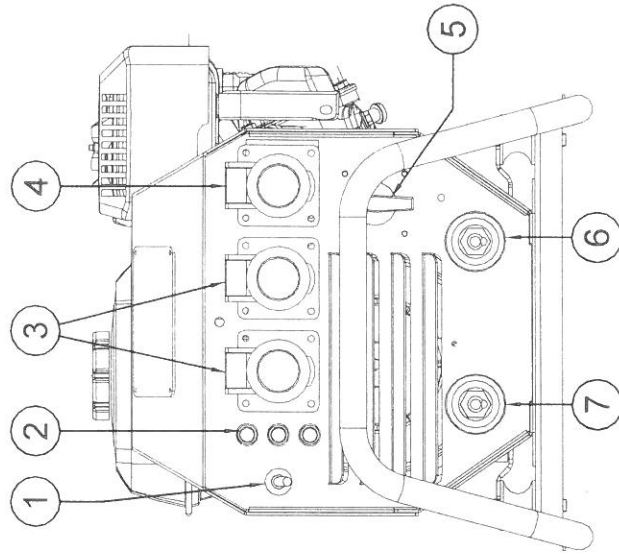

Fig.8 / Pct.8
- Portare il selettore n°1 fig.8 sulla posizione corrispondente all' elettrodo che si intende utilizzare, CELLULOSIC per elettrodi cellulosici, BASIC per gli altri tipi di elettrodi.
- Selezionare la corrente di slatura tramite il selettore n°8 fig.8.
L'uscita 230Vcc 2kW e quelle 110Vcc 1+1kW, sono disponibili tramite le prese n°3 e 4 fig.8, per l'alimentazione di soli motori a collettore (con spazole).